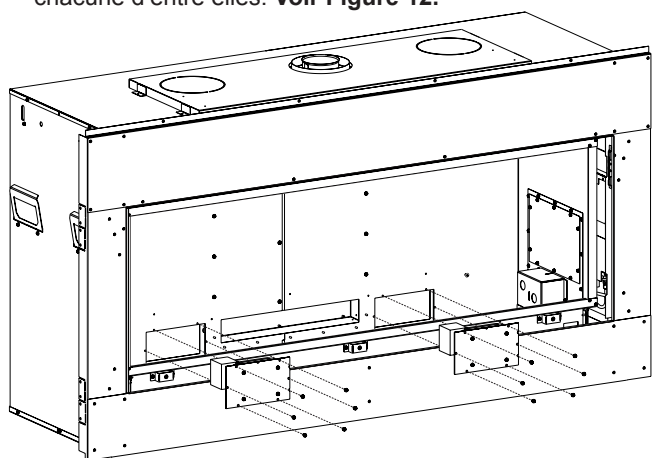

Figure 12
4. Retirer les supports de soufflerie en déposant six (6) vis sur chacune d'entre elles. Voir Figure 12.